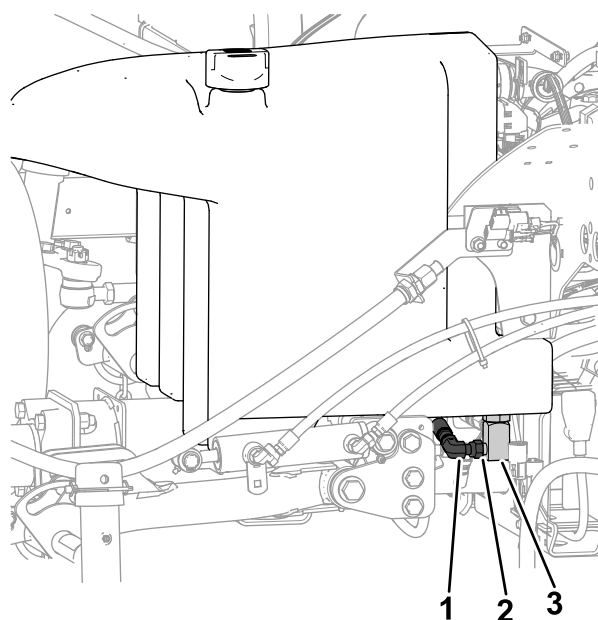

Figure 146
2. Placez un grand bac de vidange sous le collecteur (Figure 146) au bas du réservoir de liquide hydraulique ; voir Contrôle du niveau de liquide hydraulique \(page 86\).